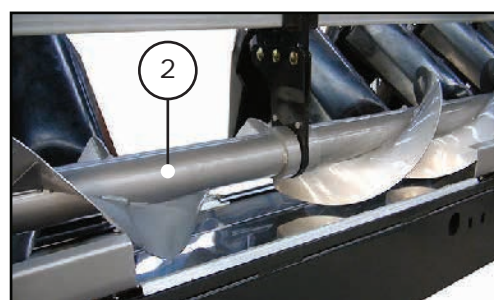

Figura 02
O sem-fim recolhedor (item 2) figura 02 pode ser deslocado na horizontal e na vertical conforme necessário, em função das condições operacionais da colheita.